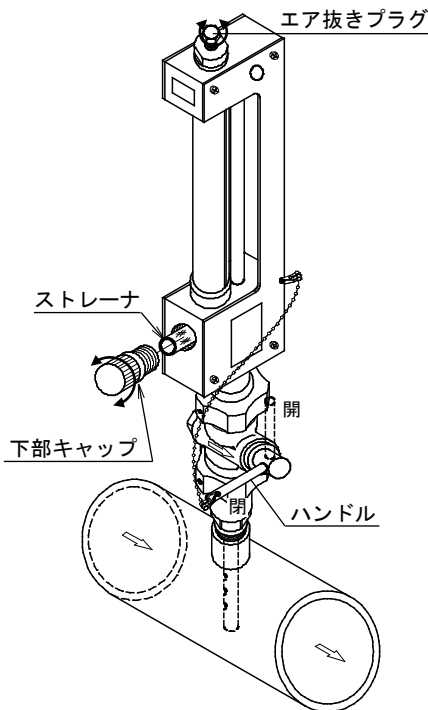

図 8
測定管に流体を流す前にコックピースが閉（ハンドル：水平）になっていることを確認してください。（図8参照）
- 1) コックピースをゆっくり開の状態（ハンドル：垂直）にしてください。（図8参照）
(図 8 参照)
(図8参照)